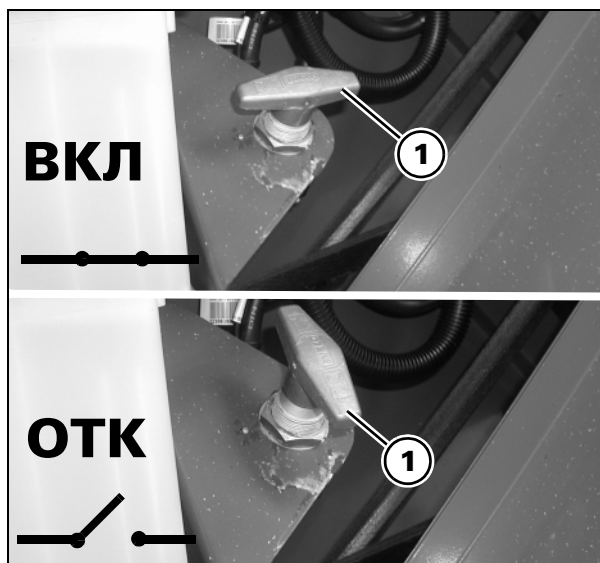
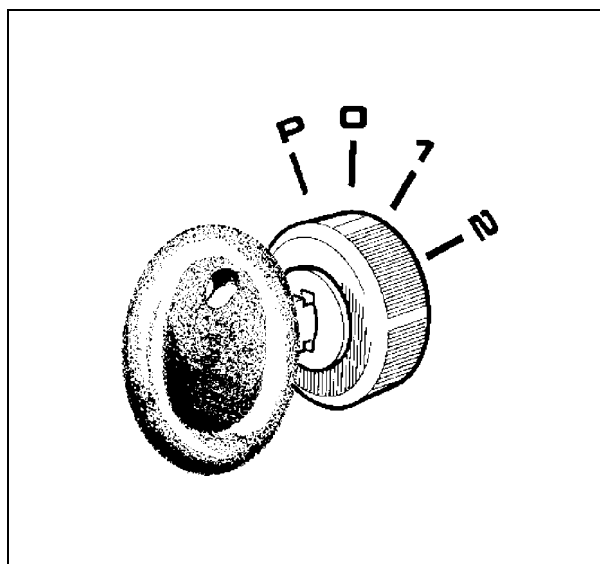

Рис. 81
Рис. 82
Рис. 81 и Рис. 82
- 5.) Отпустить ключ зажигания (5).
- 6.) Установить выключатель аккумуляторной батареи в вертикальное положение (положение **ВЫКЛ.** - Рис. 81).